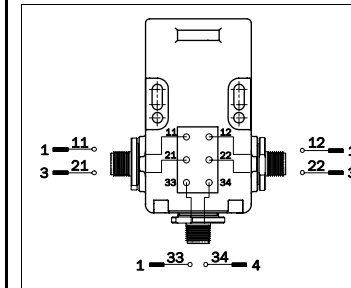

Abb. 7: Kontaktbelegung i17-SA214
- Kontaktbelegung siehe Abb. 7